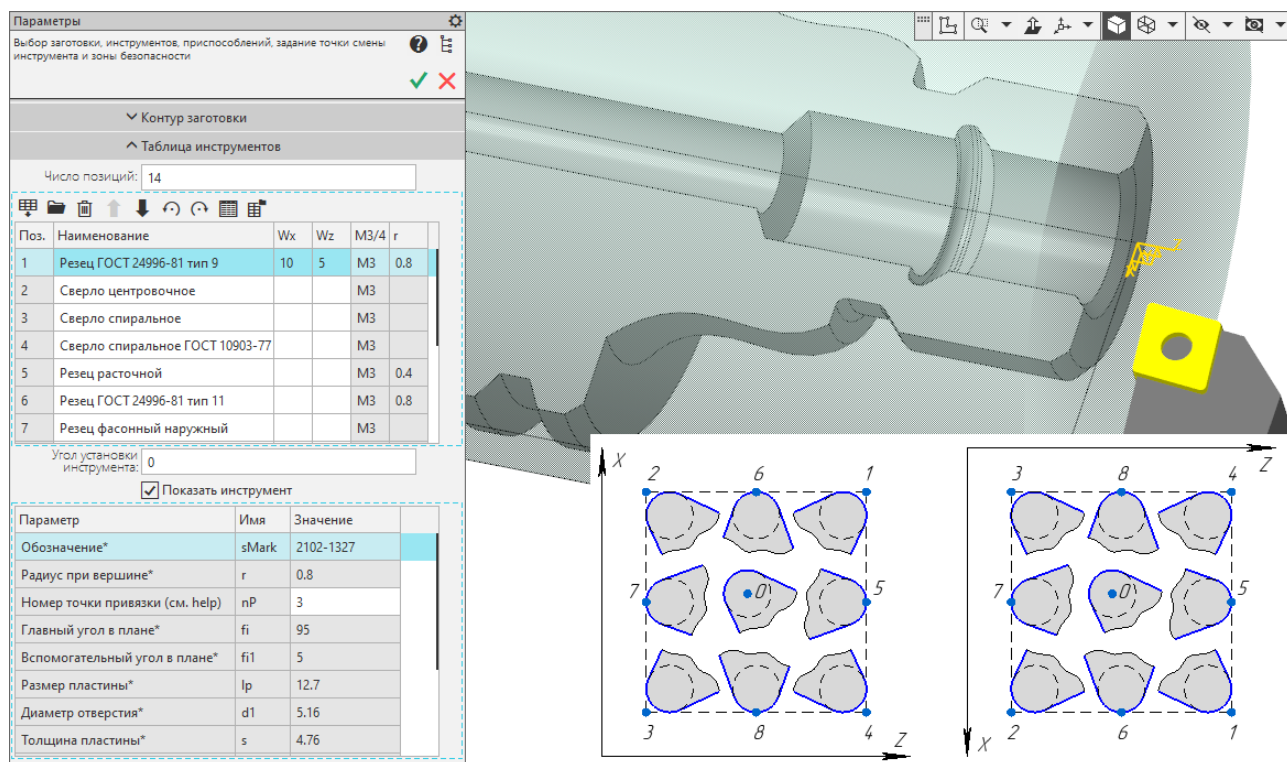

Рисунок 35. Таблица инструментов и нумерация точек привязки резца
1. 3D-модель резца содержала переменную с именем r - радиус при вершине (рис. 35).
1. В Таблице инструментов в полях Wx и Wz задать соответствующие значения коррекций на длину (рис. 35).